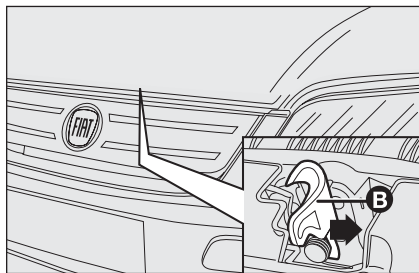

fig. 119
- spostare verso destra la levetta **B**-fig. 119 come indicato dalla freccia;